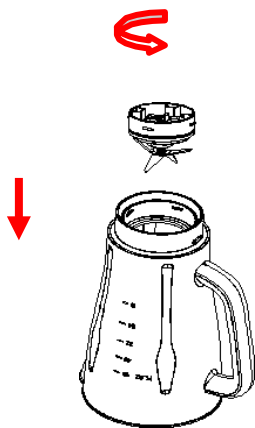

Abb. 3
1) Drehen Sie den Behälter auf eine ebene Fläche, halten Sie den Griff des Behälters fest, setzen Sie den Dichtungsring 2 und die Messerbaugruppe auf den Behälterboden und sichern Sie die Messerbaugruppe durch Drehen gegen den Uhrzeigersinn, bis sie festsitzt. (Siehe Fig.3)